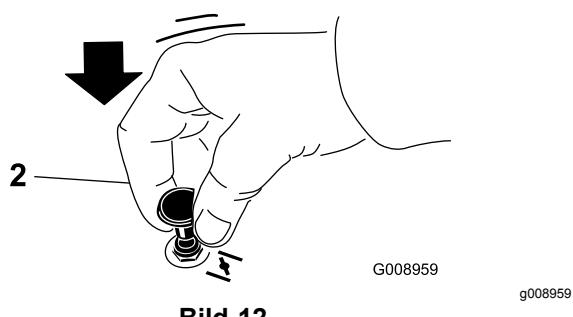

Bild 12
1. Ziehen Sie das Chokehandrad heraus, um den Choke zu aktivieren, bevor Sie die Zündung einschalten (Bild 12).
2. Drücken Sie das Chokehandrad herein, um den Choke zu deaktivieren, wenn der Motor angesprungen ist (Bild 12).